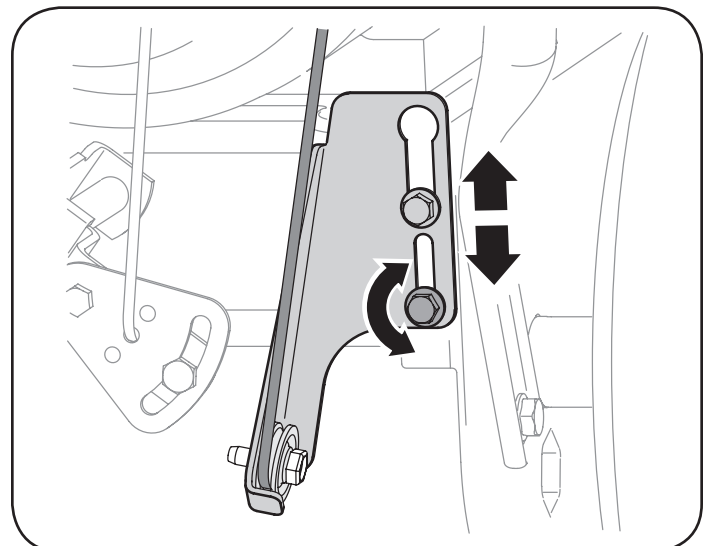

Figura 27
- b. Afloje la tuerca hexagonal inferior del soporte del cable de la transmisión. Vea la figura 27.